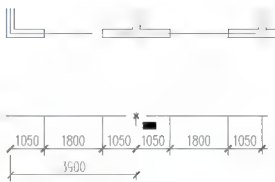

图 3.45 指定第二条尺寸界线原点
② 在指定第二条尺寸界线原点或 [放弃(U)/选择(S)] <选择>: 提示下，将光标向右拖动，捕捉如图 3.45 所示的位置，以指定第二条尺寸界线原点。